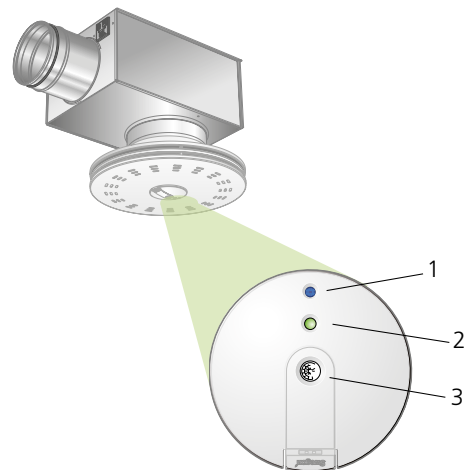

Abbildung 1. ADAPT Sphere Sensormodul mit anschluss für TUNE Adapt.
- Im Luftauslass befindet sich ein Regler mit allen Sollwerten und Steuerungsfunktionen sowie ein multifunktionales Sensormodul, siehe Abbildung 1.